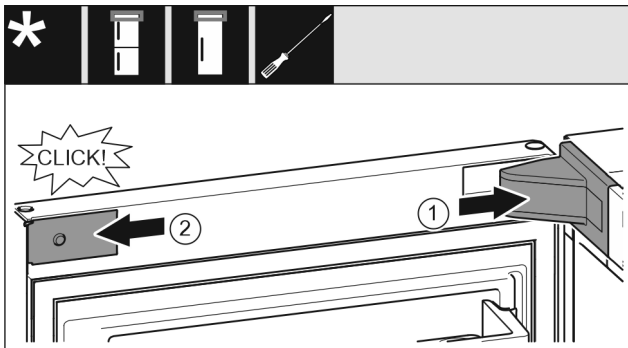

Fig. 19
- ▶ Colocar y encajar la cubierta del soporte de apoyo; dado el caso, separar presionando con cuidado. *Fig. 19 (1)*
- ▶ Colocar y encajar lateralmente el panel. *Fig. 19 (2)*